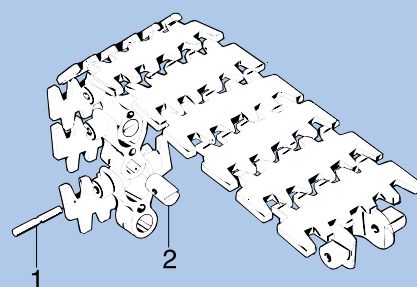

Figura 2. Componentes de uniones de cadenas
2. Retire el pasador de acero (1) del bulón (2). (Figura 2).